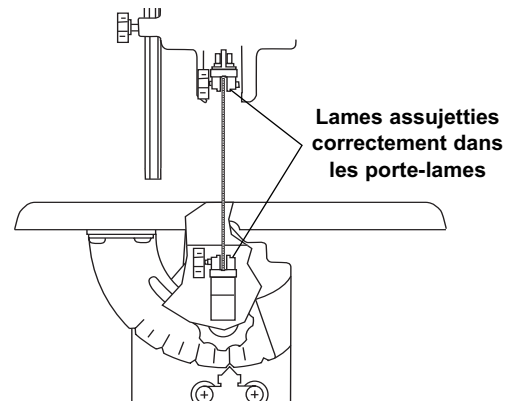

Figure 10. Montage des Lames
3. Pour monter la lame, passez une de ses extrémités par le trou d'accès de la table et centrez-la dans la fente prévue à cet effet dans les porte-lames supérieur et inférieur (Figure 10).